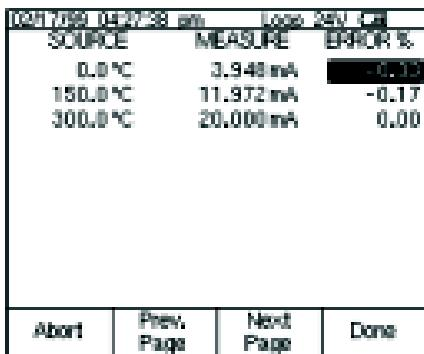

图 13
4. 按 Auto Test 软键，开始校准。测试完成以后，显示误差一览表（图 13）。超过误差的测试误差用加亮方式显示出来。查看完此一览表以后，按 Done 软键。再按 Done 软键，以接受该结果，或者按 ENTER 键以修改标签、序列号或 ID 域。